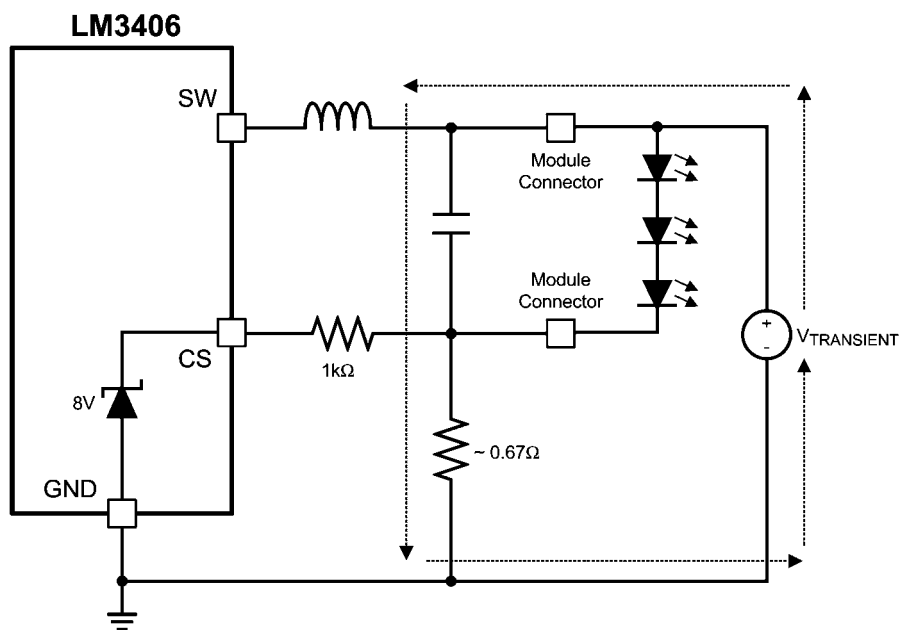

FIGURE 8. CS Pin, Transient Path with Protection
測定結果によれば、CS ピン上の 8V ESD 構造は通常、25mA の直流 (DC) まで耐えられます。Figure 8 に示すように、CS ピンと直列に $1k\Omega$ の抵抗を追加すると、トランジェント・エネルギーの大半がデバイスではなくディスクリート・センス抵抗を通過します。この直列抵抗は、トランジェント・イベント時に流れるピーク電流を制限して、CS ピンを保護します。図の $1k\Omega$ 抵抗の場合、次式の計算のように、LED リターン・コネクタ端子上の 33V、49A のトランジェントを吸収できます。